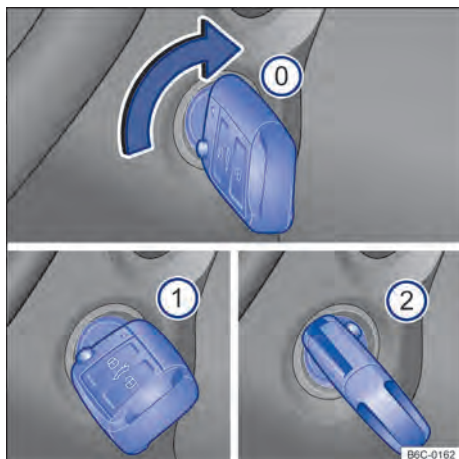

Fig. 90 Al lado del volante de la dirección, a la derecha: posiciones de la llave del vehículo en la cerradura de encendido.
Posiciones de la llave del vehículo → **fig. 90**
- ① Encendido desconectado. La llave del vehículo puede ser retirada.
- ② Encendido conectado.
- ③ Pisar el pedal del freno y encender el motor. Cuando el motor arranque, suelte la llave del encendido. Al soltar, la llave del vehículo vuelve a la ubicación → **fig. 90** ①.
- *Vehículos con cerradura de encendido:* girar la llave del vehículo a la ubicación → fig. 90 ①. El encendido está conectado.
- *Vehículos con cerradura de encendido:* girar la llave del vehículo en la cerradura de encendido a la ubicación → fig. 90 ② 2 – no acelerar. Cuando el motor comience a funcionar, soltar la llave del vehículo en la cerradura de encendido.
- *Vehículos con cerradura de encendido*: girar la llave del vehículo en la cerradura de encendido a la ubicación → fig. 90 .